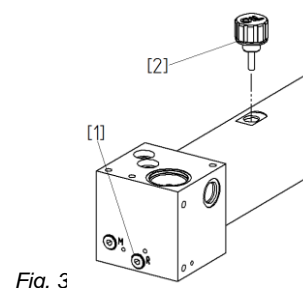

Fig. 3
- Åbn skruen (1) og tøm olien ud
- Luk skruen (1)
- Fyld olie på op til mærket på oliepinde (2), [17] (Se Fig. 3)